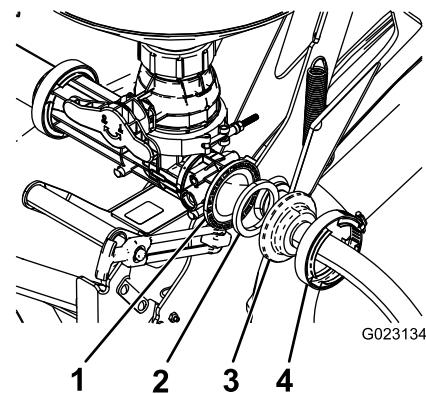

Figure 20
- Fixez l'extrémité du flexible d'alimentation non muni d'une traversée dans l'orifice arrière sur la vanne du mélangeur, au moyen d'un joint et d'un collier (Figure 20).